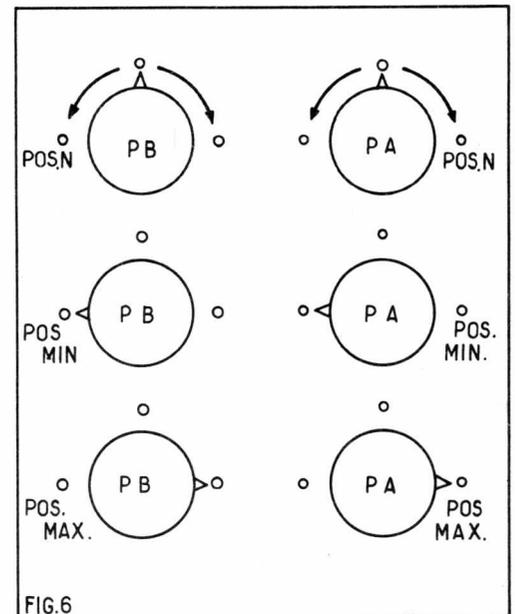

FIG.6
- b) potentiomètres PB et PA en position neutre (voir figure 6);
- b) potentiomètre PB en position limite B MIN comme indiqué sur la figure 6, au milieu à gauche;